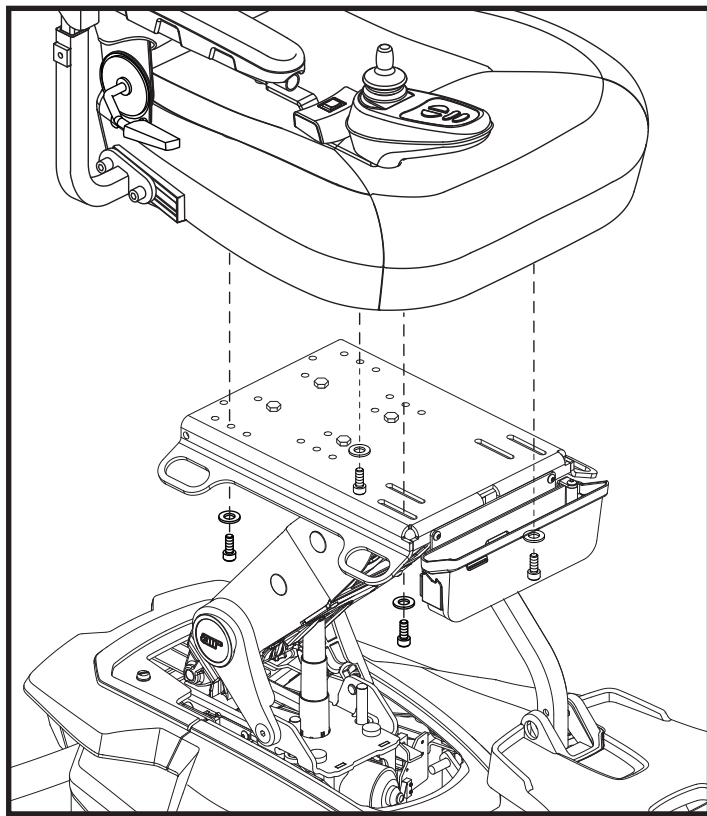

Figura 10. Installazione sedile
9. Ribaltare all'indietro il sedile. Allentare il bullone frontale sulla piastra del sedile ed allineare i fori con la parte sottostante. Iniziare ad avvitare a mano ma non completamente. **Vedere figura 10.**
9. Indirizzare i cavi del joystick lungo il telaio del sedile e fissarli con le fascette. **Vedere figura 10.**